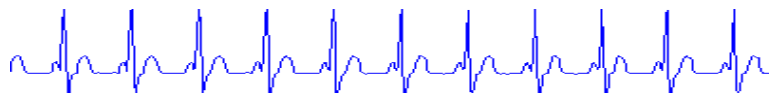

Figura 35 – Eletrocardiograma isento de ruído.
O sinal de ECG registrado em condições normais, sem contaminação por ruídos, é mostrado na figura 35. Caso as condições de aquisição do ECG não sejam adequadas, quatro tipos principais de interferência podem ocorrer: (1) Interferência da rede de alimentação (AC); (2) artefatos musculares (“tremores musculares”); (3) deslocamento da linha de base (“drift”); e (4) artefatos de movimento.